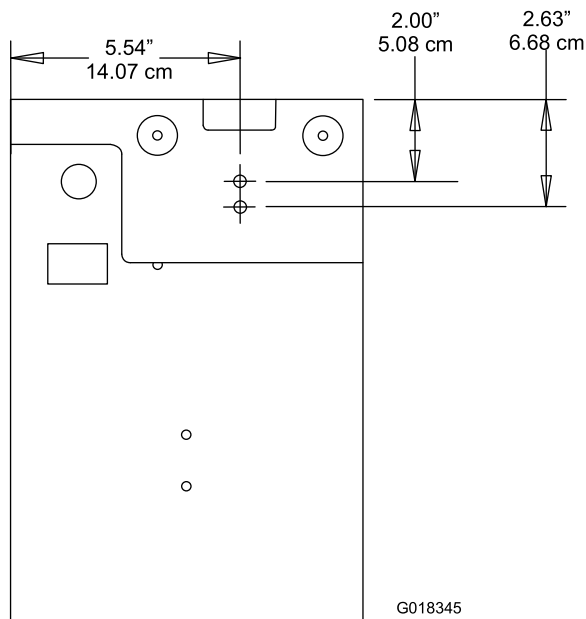

Figure 4
8. En vous aidant des dimensions indiquées à la Figure 4, localisez, marquez et percez (2) trous de 0,713 cm de diamètre dans le cadre (Figure 4).